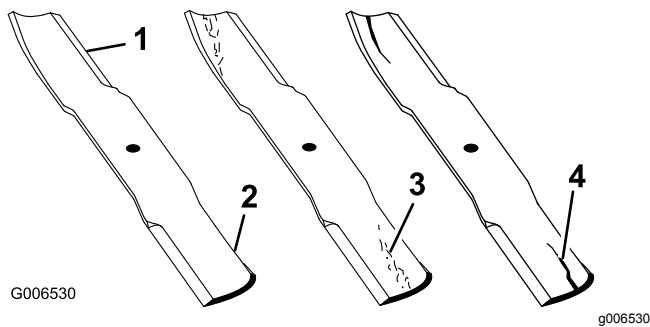

Figure 48
1. Examinez le tranchant des lames (Figure 48).
4. Remplacez immédiatement toute lame fendue, usée ou qui présente une entaille sur cette partie (Figure 48).